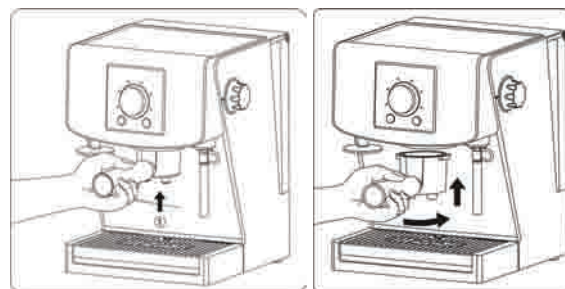

Рис. 3
- 6.1.3. Установи пустую ручку фильтра (6) в головке заваривания (4), переключив уверенным движением вправо (Рис. 3).
- 8.10. Закрепи ручку фильтра (6) в головке запаривания (4), поворачивая уверенным движением вправо (Рис. 3).
- 9.10. Закрепи ручку фильтра (6) в головке запаривания (4), поворачивая уверенным движением вправо (Рис. 3).